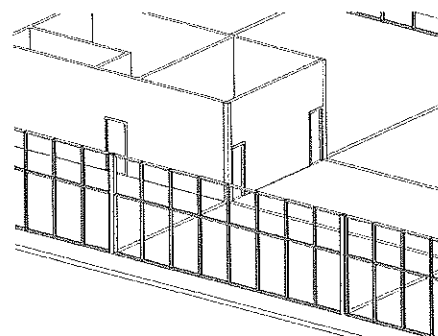

Figura A.43 – Vista 3D da entrada principal do edifício.
- Para inserir uma porta em uma parede cortina, precisamos selecionar um painel da parede e substituir pela porta. Posicione o desenho numa vista 3D para facilitar a seleção, como mostra a Figura A.43.